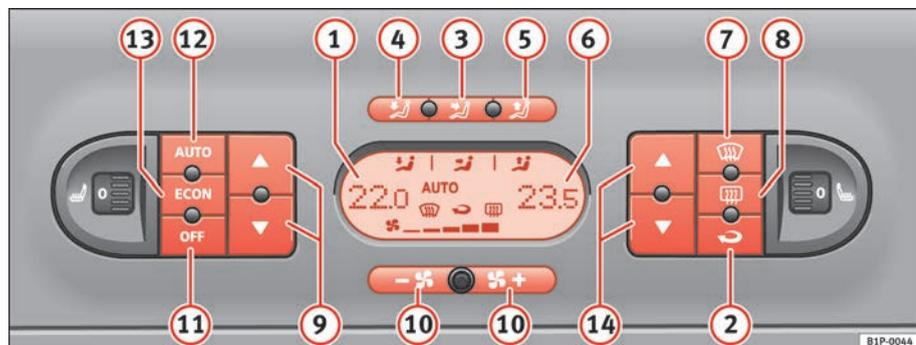

Fig. 112 Sur le tableau de bord : éléments de commande du Climatronic 2 zones
- Appuyez sur l'une des touches ⇒ page 158, fig. 112 ③ à ⑤, sur la touche (ECON) ou appuyez sur les touches de la soufflante ⑩ pour activer le mode manuel. Le symbole (AUTO) disparaîtra alors de l'affichage.
- Appuyez sur la touche  ⇒ page 158, fig. 112  pour activer ou désactiver le mode recyclage de l'air ambiant. Il est activé si vous voyez sur l'affichage le symbole .